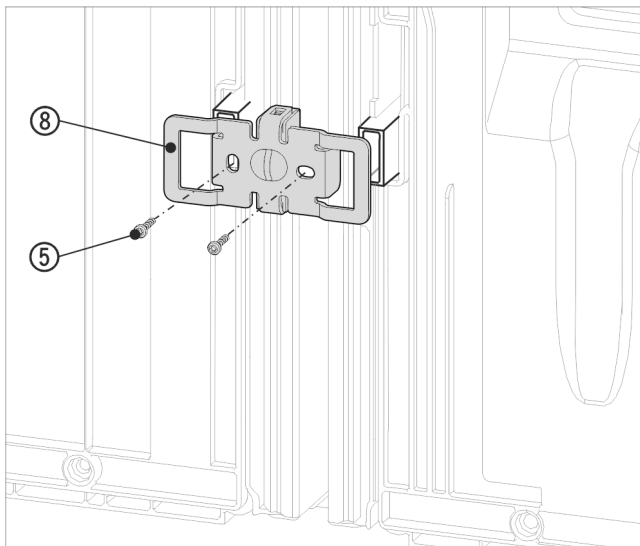

Fig. 16 Zobrazení příkladu
- Úhelník Fig. 16 (8) znovu zasuňte vybráním přes úchyt pro vymezořovač odstupů od stěny.
- Přišroubujte pomocí 2 šroubů Fig. 16 (5).